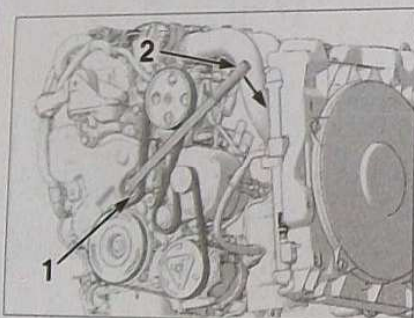

FIG. 11
- Agir sur le galet tendeur (1) à l'aide de l'outil 0188-Z (2) (Fig. 11) ou d'une clé hexagonale jusqu'à la mise en place d'une pège de diamètre 4 mm dans le trou de pégeage A (Fig. 10).